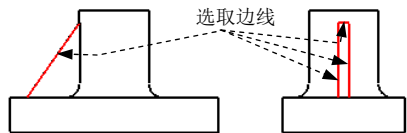
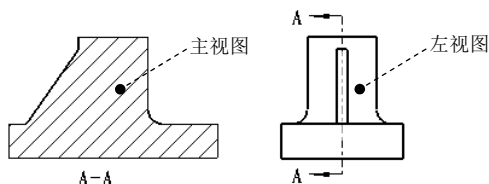

图 3.11.14 创建使用边
图 3.11.15 创建剖面视图
(1) 创建主视图。
① 在图形区右击，在弹出的快捷菜单中选择  **常规** 命令，在图形区合适的位置单击来放置主视图，系统弹出“绘图视图”对话框。
② 在“绘图视图”对话框中，选取 **类别** 区域中的 **视图类型** 选项，在 **模型视图名** 列表框中选取 **BOTTOM** 选项，然后单击 **应用** 按钮，则系统即按 **BOTTOM** 的方位定向视图。
③ 选取 **类别** 区域中的 **视图显示** 选项, 在 **显示样式** 下拉列表中选择 **消隐** 选项, 在 **相切边显示样式** 下拉列表中选择 **无** 选项, 其他参数采用系统默认值, 单击 **确定** 按钮, 完成主视图的创建。
(2) 创建左视图。
① 在图形区选取上一步创建的主视图, 并右击, 在弹出的快捷菜单中选择 **投影** 命令, 在主视图的右侧单击来放置左视图。
② 双击左视图, 在弹出的“绘图视图”对话框中, 选取 **类别** 区域中的 **视图显示** 选项, 在 **显示样式** 下拉列表中选择 **消隐** 选项, 在 **相切边显示样式** 下拉列表中选择 **无** 选项, 其他参数采用系统默认设置值, 单击 **确定** 按钮, 完成左视图的创建。
Step6. 创建使用边。在功能选项卡区域的 **草绘** 选项卡中选择 **边** 下面 **使用边** 命令。按住 **Ctrl** 键, 依次选取图 3.11.14 所示的四条边线, 然后单击中键, 完成使用边的创建。
(1) 在图形区双击主视图, 在系统弹出的“绘图视图”对话框的 **类别** 区域中选取 **截面** 选项, 在 **截面选项** 区域中选中 **2D 横截面** 单选项; 将 **模型边可见性** 设置为 **总计**; 然后单击 **+** 按钮, 在 **名称** 下拉列表框中选取剖面 **A** 选项 (A 剖截面在零件模型环境中已创建), 在 **剖切区域** 下拉列表框中选取 **完整** 选项, 单击 **确定** 按钮, 主视图的剖面视图创建完成。
(2) 添加箭头。在图形区选取主视图, 然后右击, 在弹出的快捷菜单中选中 **添加箭头** 命令, 单击左视图放置剖面箭头, 结果如图 3.11.15 所示。